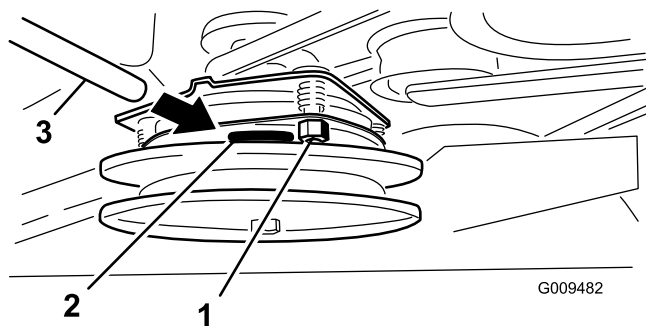

Figura 59
- Se è necessario eseguire una regolazione, impostate uno spazio di 0,381 mm all'altezza di ognuna delle tre fessure di regolazione. Stringete i dadi di bloccaggio fino a fissare leggermente lo spessimetro facendo però in modo di poterlo muovere facilmente all'interno del traferro (Figura 59).